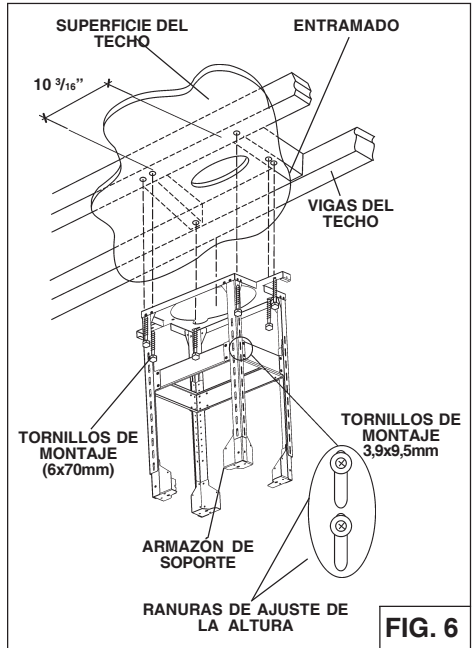

FIG. 6
3. Ajustar la altura total de el **armazón de soporte** utilizando la tabla de abajo. Suelte y vuelva a apretar los 4 tornillos en las ranuras de ajuste de altura, según sea necesario. Inserte 12 tornillos (3.9x9.5mm) ubicadas en el paquete de hardware (Fig. 6) asegurarse de esto un 4" min. superposición entre las patas de soporte superior e inferior.